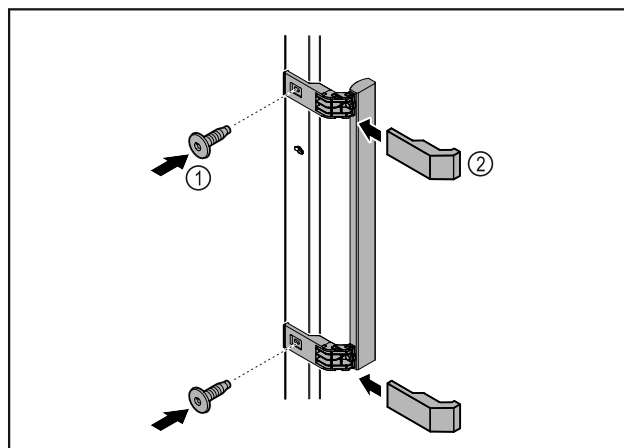

Fig. 9
- ▶ Atașați mânerul din pachetul de accesorii la ușă cu ajutorul șuruburilor incluse Fig. 9 (1).
- ▶ Aplicați capacul Fig. 9 (2).